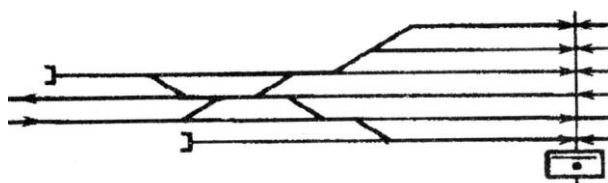

Рисунок 15
- 3 На схематическом плане станции (рисунок 15) произведите: